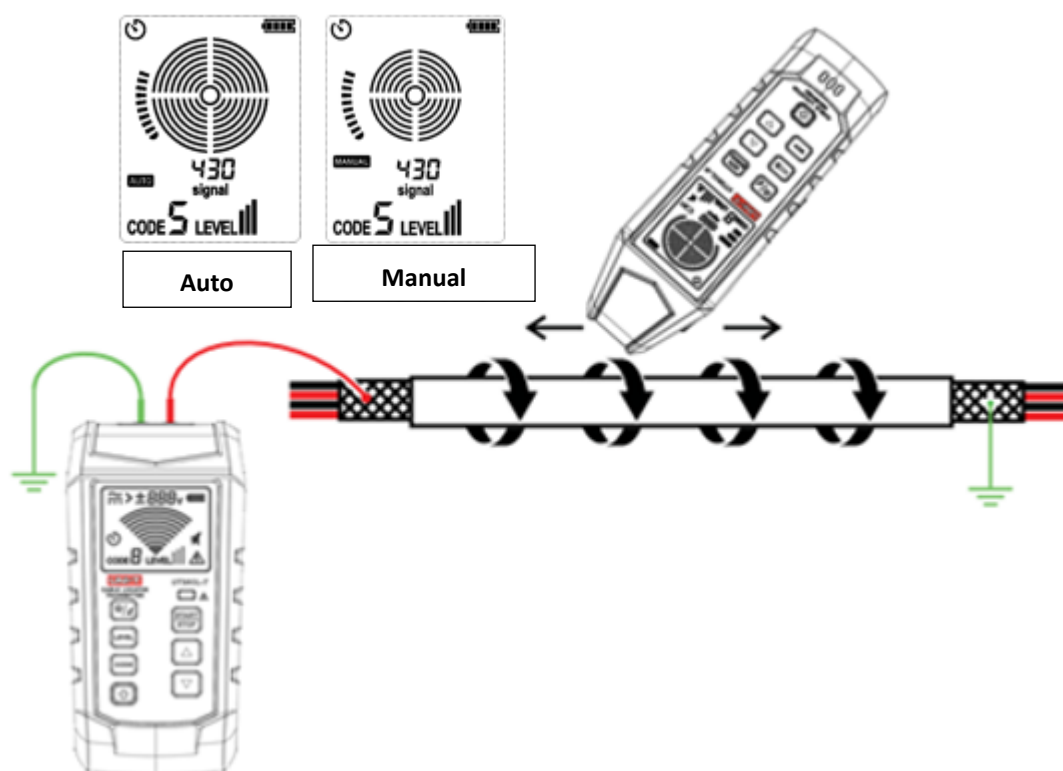

Figura 8.5.1a Seguimiento de cables blindados (con su extremo lejano conectado a tierra)
5. Consulte la Figura 8.5.1a para la aplicación específica.